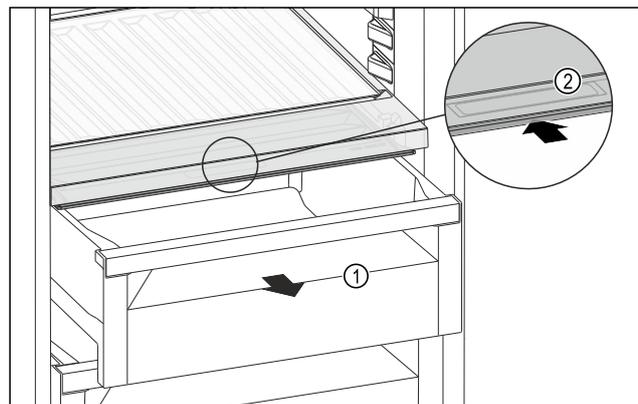

Fig. 108
- ▶ Estrarre il cassetto Fig. 108 (1).
- ▶ Afferrare la maniglia incassata Fig. 108 (2) sul coperchio dello scomparto e spingere allo stesso tempo all'indietro il coperchio dello scomparto.